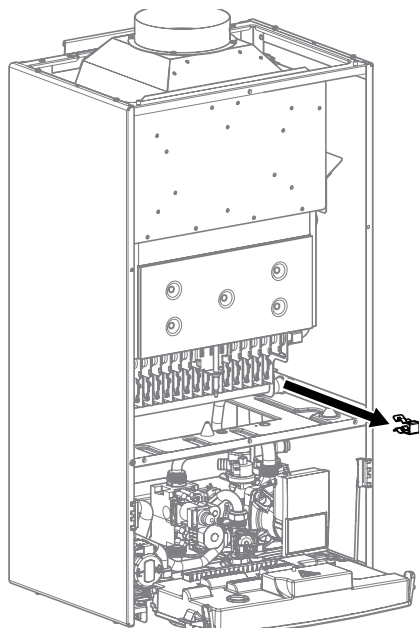

Fig. 19 Ressort de connexion rapide
- Déposer le ressort de connexion rapide fixant le tuyau du gaz au collecteur du brûleur (voir Fig. 19 Ressort de connexion rapide).